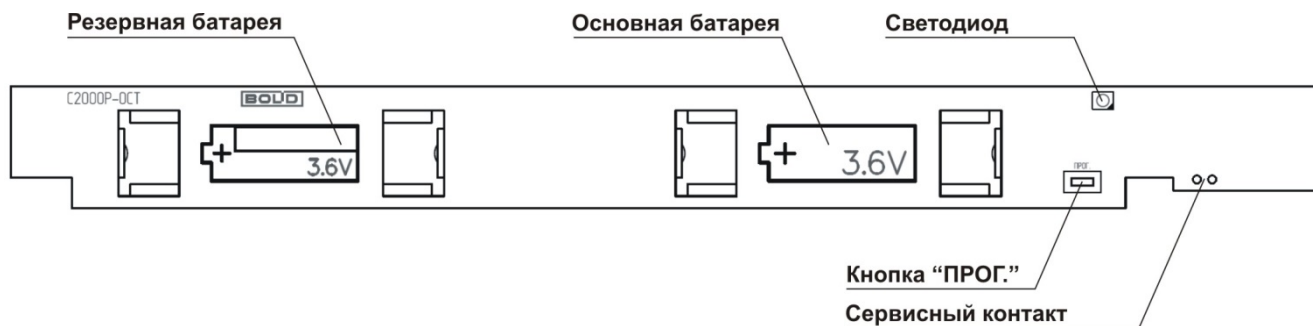

Рисунок 2.2 Расположение элементов на плате
На плате оповещателя располагаются элементы питания и органы управления прибором (см. Рисунок 2.2):
- Зажать кнопку «Прог.» на плате оповещателя (см. Рисунок 2.2) на время более 3 секунд.
Тест качества связи запускается посредством короткого нажатия на кнопку «Прог.» на плате прибора (см. Рисунок 2.2). Запуск процедуры может занимать до 2 секунд, при этом прибор осуществляет анализ радиозэфира и регистрацию на оптимальном ПКП или ретрансляторе.
- Отключите все источники питания и нажмите кнопку «Прог.» на плате устройства (см. Рисунок 2.2) до полной разрядки конденсаторов (5-10 с).
- Подайте питание при замкнутом Сервисном контакте (см. Рисунок 2.2).